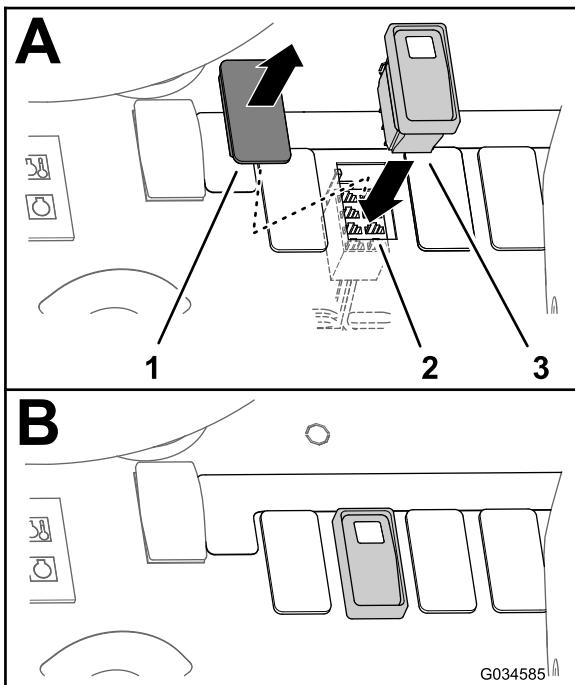
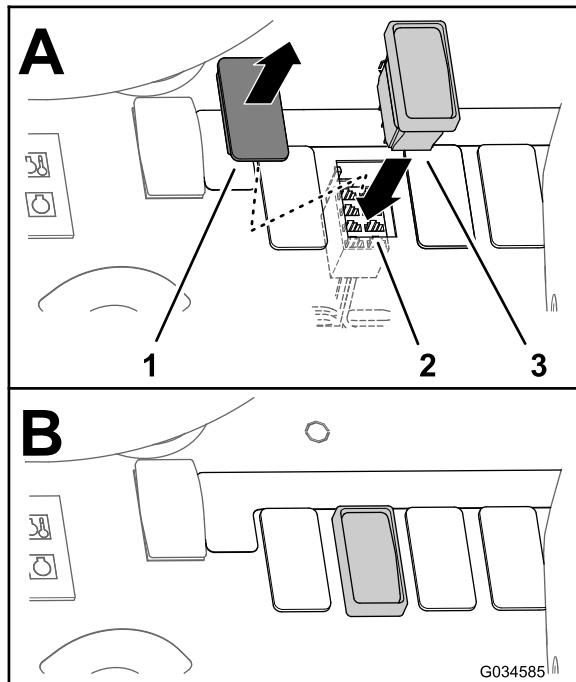

図 29
図 30
- ダッシュボード上の、すすぎタンク用スイッチのプラグを打ち抜いて穴を作る図 29または図 30。
3. このソケットコネクタを、ダッシュボードにできた穴に導く図 29または図 30。
4. ダッシュボードを通して、ポジションスイッチをソケットコネクタに接続する図 29または図 30。
5. ポジションスイッチをダッシュパネルの穴に入れ、パチンとはまるまで完全に押し込む図 29と図 30。